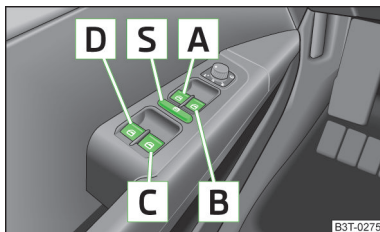

Fig. 26
- Si des enfants sont assis sur les sièges arrière, il est recommandé de neutraliser les lève-vitres électriques des portières arrière (touche de sécurité S) » fig. 26 à la page 43.
Touches des lève-vitres » fig. 26.
Vous pouvez mettre les touches des lève-vitre des portes arrière hors fonction en appuyant sur la touche de sécurité  » fig. 26. Vous pouvez remettre les touches des lève-vitre des portières arrière en fonction en appuyant de nouveau sur la touche de sécurité .
- Maintenir la touche **A**¹⁾ dans la position d'ouverture » fig. 26 à la page 43.
- Maintenir la touche **A**¹⁾ dans la position de fermeture » fig. 26 à la page 43.